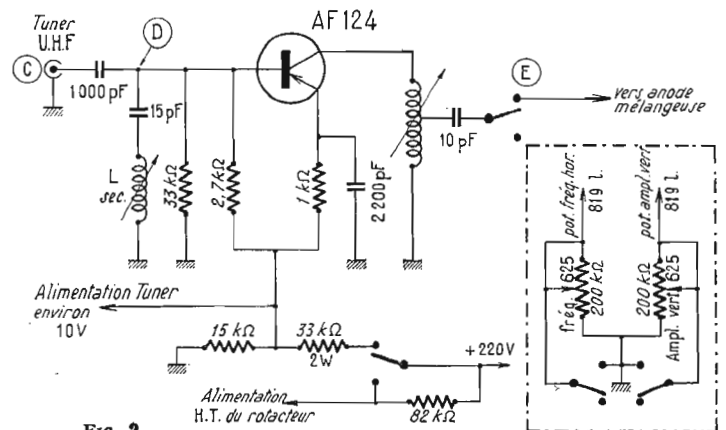
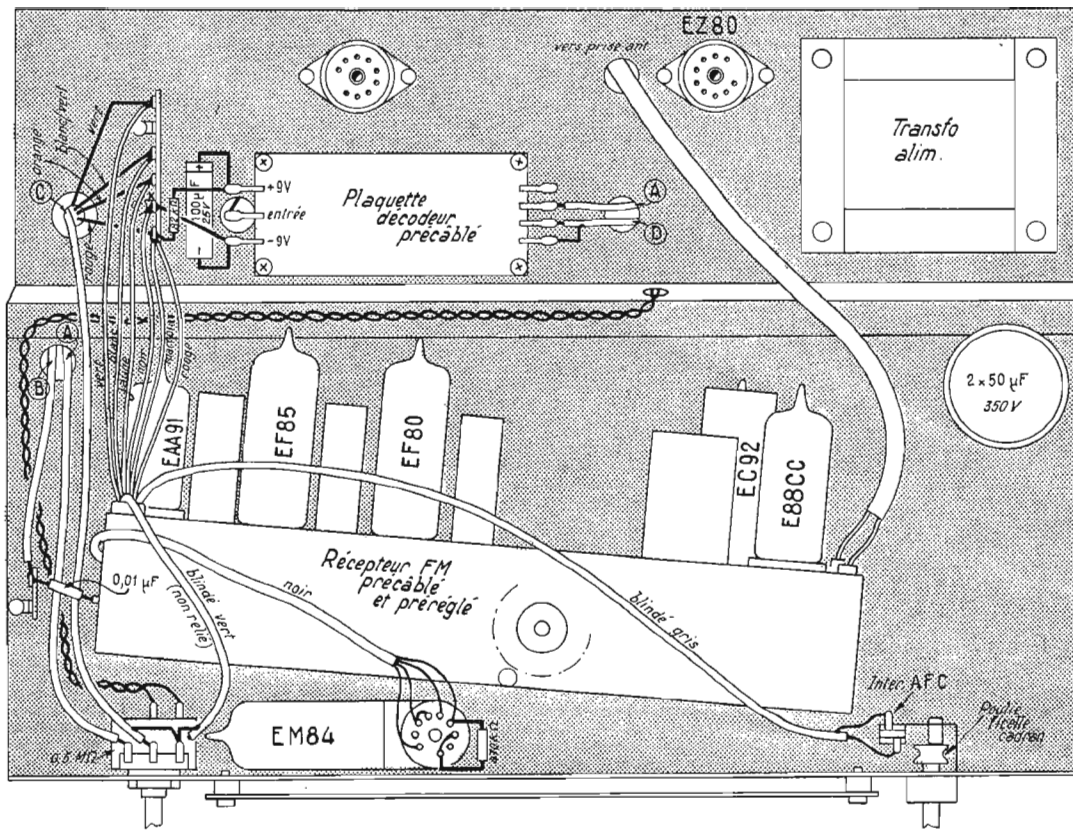

FIG. 2
FIG. 4. — Câblage de la partie supérieure du châssis
Cet étage est représenté à la figure 2. On utilise ici un transistor AF 124 dont la polarisation de base est assurée par un pont de résistances 33 kΩ - 2,7 kΩ. Le signal est transmis sur la base à la sortie du secondaire du filtre de bande, composé d'un condensateur série de 1 000 pF, et d'une cellule LC à la masse avec 15 pF et bobine réglable à noyau de ferrite. La charge d'émetteur est une résistance de 1 kΩ, que découple un condensateur de 2,2 nF. Sur une prise de l'autotransformateur inséré dans le circuit collecteur, le signal amplifié est prélevé et transmis par un condensateur de 10 pF sur l'anode de la mélangeuse, en position 625 lignes. Cette position 625 est établie par un commutateur à galette à 4 circuits 2 positions. Ce commutateur permet également l'alimentation de
1. Le problème consiste en injectant sur le point de mesure A du tuner U.H.F., une tension F.I. wobulée, à travers un condensateur de faible valeur (environ 0,5 pF), à observer la courbe sur le point E de la figure 2 et ce après détection (fig. 4).
Le schéma du tuner FM précâblé est indiqué par la figure 2. Ce tuner se présente sous l'aspect d'un petit châssis de 225 x 40 x 45 mm, comportant sur l'un de ses côtés le démultiplicateur à deux engrenages de l'entraînement du CV. L'indicateur cathodique EM84 relié au châssis par un câble à 4 conducteurs, d'une longueur de 15 cm, est également précâblé. Ce récepteur est équipé d'une commande automatique de fréquence (AFC), mise en service en appuyant sur le bouton de recherche des stations. La recherche s'effectue avec le dispositif de CAF hors service, c'est-à-dire avec l'axe de commande tiré vers soi. Il suffit de régler approximativement le tuner sur la station désirée et d'appuyer ensuite sur le bouton de commande, ce qui agit sur un interrupteur de mise en service de l'AFC (suppression du court-circuit).